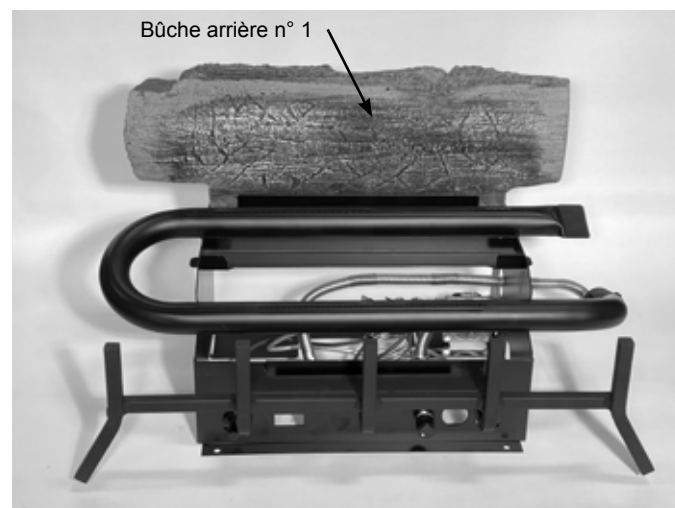

Figure 6.1 - Placer la bûche arrière
1. Placez la bûche arrière (n° 1) sur le support arrière. Figure 6.1